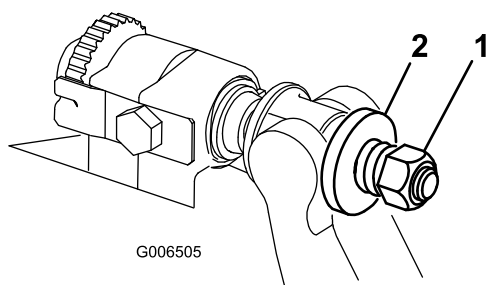

図 27
4. スプリングがつぶれるまでテンションナットを締め、そこから半回転戻す 図 27。